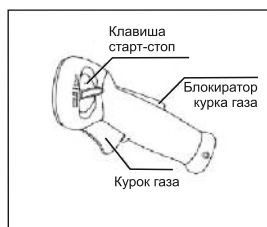

рис.3
5. Переведите клавишу «Старт/Стоп», расположенную на рукоятке управления, в положение ON/1/«Старт» (рис. 3).
1. Переведите клавишу «Старт/Стоп», расположенную на рукоятке управления, в положение ON //«Старт» (рис. 3).
Для остановки двигателя отпустите курок газа, переведите двигатель в режим холостого хода и дайте поработать 15-20 секунд. Затем переведите клавишу «Старт/Стоп» в положение OFF/0 /«Стоп» (рис. 3).